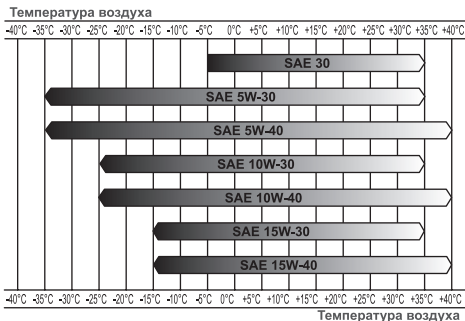

Рис. 10 Определение вязкости масла
*Нельзя применять масло для двухтактных двигателей. Рекомендуется применять моторное масло для четырехтактного бензинового двигателя категории SJ и выше по системе классификации API. Вязкость масла по классификации SAE выбирается в зависимости от температуры окружающего воздуха, при которой будет работать двигатель. При выборе вязкости масла пользуйтесь таблицей, показанной на Рис. 10.*